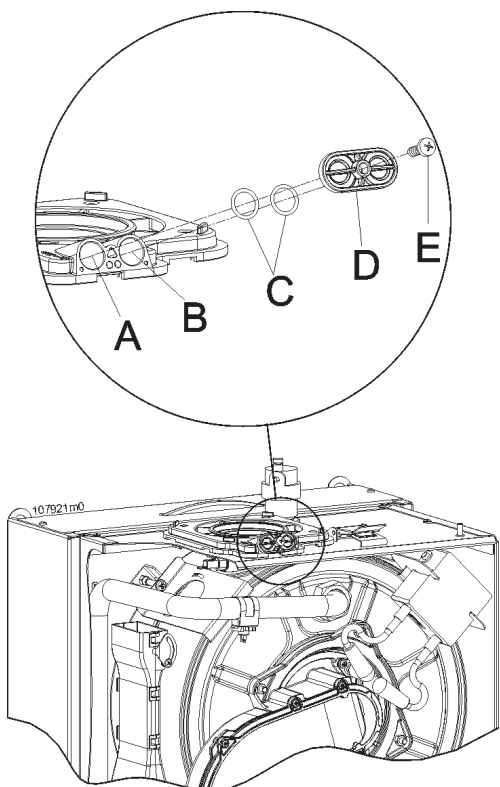

Figura 6-8 - Prese di analisi combustione
- 1.- collegare un analizzatore di combustione nella apposita presa sul raccordo di scarico fumi "B" di figura 6-8;